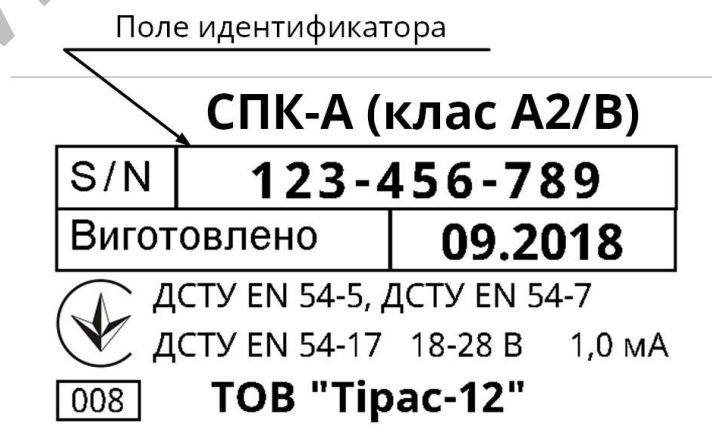

Рисунок 3 – Фирменная этикетка извещателя
5.6 Регистрация (приписка) извещателя в СПСА возможна в автоматическом или ручном режиме. При автоматическом поиске СПСА формирует список из всех смонтированных компонентов, после чего, используя усиленную индикацию, их необходимо распределить в зоны. При ручной приписке используется идентификатор (серийный номер) извещателя, записанный на фирменной этикетке извещателя (рисунок 3). Для ручной приписки необходимо выбрать зону и задать идентификаторы извещателей, которые физически смонтированы в данной зоне. СПСА выполнит поиск по указанным идентификаторам. Детально процедура регистрации описывается в руководстве по эксплуатации ААЗЧ.425521.007 РЭ на АМР/АПР. Один извещатель СПК-А отображается в списке и регистрируется в составе СПСА как 2 извещателя (согласно количеству каналов): тепловой и дымовой. Извещатели будут иметь одинаковые идентификаторы с отличиями в поле канала, например: xx:130002:0 – дымовой, xx:130002:1 – тепловой, где xx – адрес устройства расширения, 130002 – идентификатор с этикетки, 0 или 1 – номер канала.